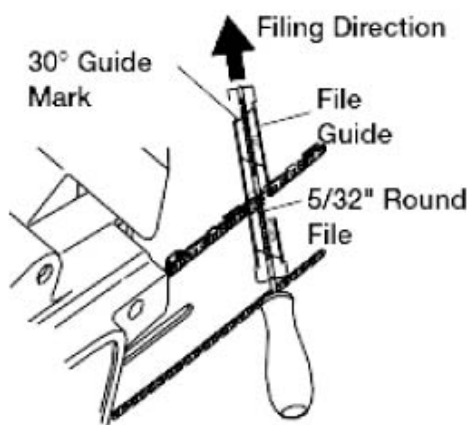

Figura 12
3. Premere la lima tonda 5/32" (attaccata alla guida lima) nella scanalatura tra la piastra superiore ed il calibro di profondità sulla catena. La guida lima deve essere poggiata sia sulla piastra che sul calibro (vedere **Figura 12**). (Nota: Lima a metà della barra di guida.)